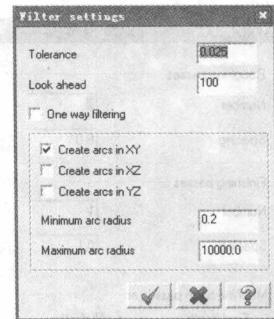

图 1-14 过滤参数
(8) 点选 Filter, 确定过滤的参数, 如图 1-14 所示。